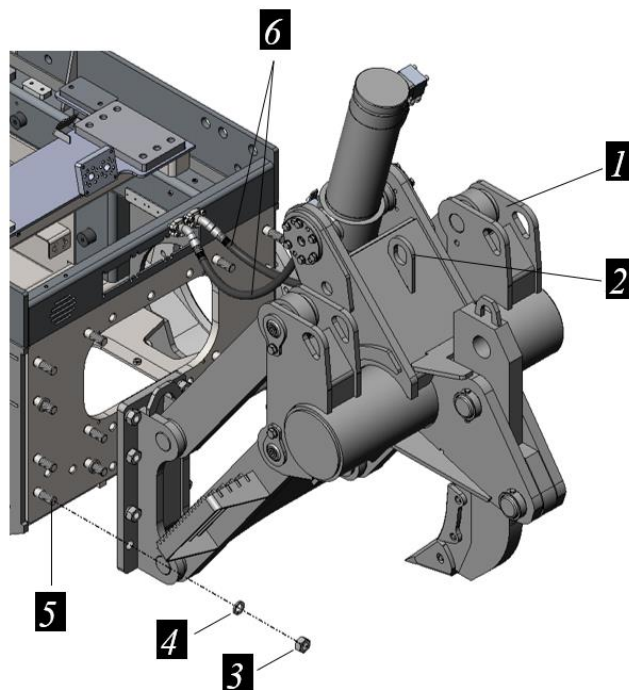

Рисунок 13.16. Рыхлитель в сборе
- Используя монтажную проушину 2, рис. 13.16, поднять рыхлительное оборудование;